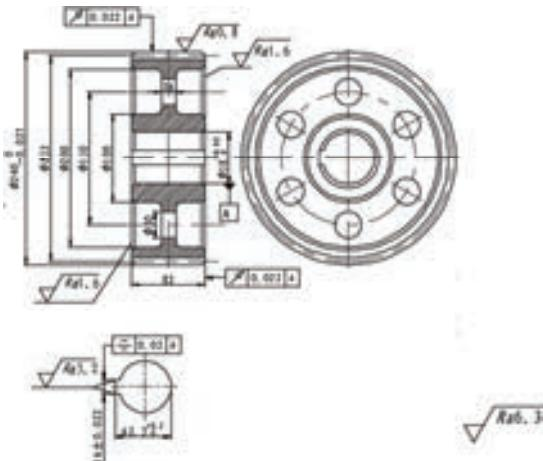

图 8-141 表面粗糙度标注
- 2) 制作表面粗糙度图块，结合“多行文字”命令标注表面粗糙度，得到的效果如图 8-141 所示。